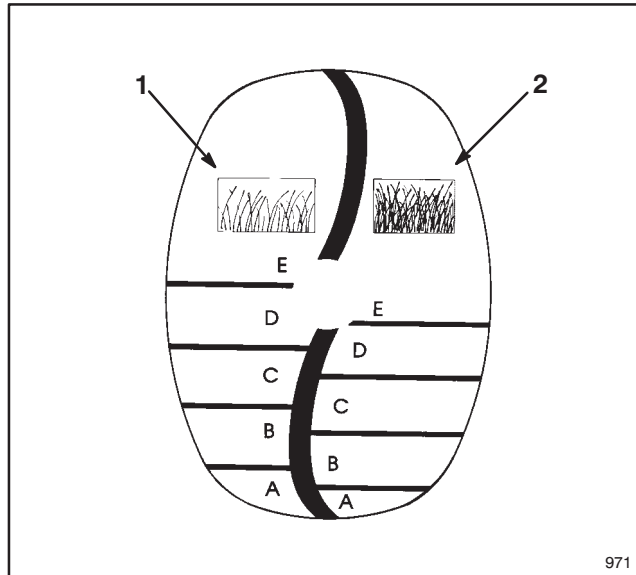

Abbildung 15
SmartWheel™, exklusiv von Toro, bietet eine einfache Methode zur Bestimmung der richtigen Schnitthöhe. SmartWheel ist mit zwei Skalen — SPARSE/NORMAL (LICHT/NORMAL) und LUSH (ÜPPIG) — zur Einstellung der optimalen Schnitthöhe unter allen Mähbedingungen (Abb. 15). In der warmen Sommersaison sollte die Einstellung SPARSE/NORMAL für die meisten Mäharbeiten gewählt werden. Die Skala LUSH eignet sich für dickes, feuchtes, üppig wachsendes Gras, wie es meistens im Frühjahr vorkommt.
1. Vor dem Anlassen des Motors und dem Beginn des Mähens, den Mäher auf die zu mähende Grasfläche schieben. Bleiben Sie stehen, wenn die Buchstaben auf dem SmartWheel™-Schild auf dem linken Hinterrad aufrecht stehen (Abb. 15).
2. Anhand der farbcodierten SmartWheel-Skala (Fig. 15) die Länge der Grashalme mit den Farben/Buchstaben auf dem Rad vergleichen. Die mit der Grashöhe übereinstimmende Farbe bzw. der entsprechende Buchstabe gibt die jeweils korrekte Schnitthöhe an.